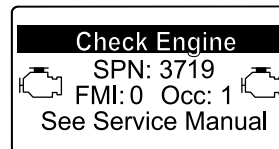

Figure 53
- Si une régénération de récupération est nécessaire, l'InfoCenter affiche l'avertissement SPN 3719, FMI 16 (Figure 53) et l'ordinateur du moteur réduit la puissance du moteur à 85 %.